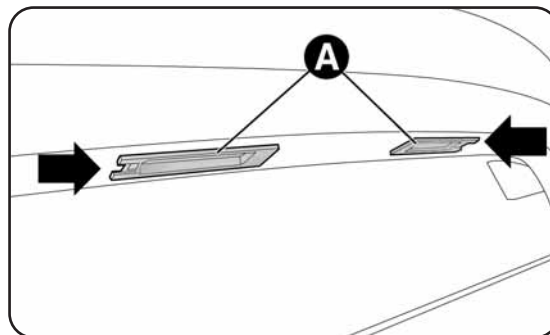

fig. 24
- agire nel punto indicato dalle frecce e rimuovere i gruppi trasparenti A-fig. 24;